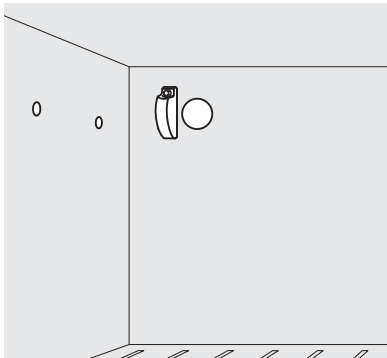

figura 1
4. Use una espátula de plástico para quitar los tapones del interior del compartimiento del congelador. Vea la figura 1.
5. Quite la cubierta del conector del arnés, en donde se va a conectar la máquina de hielo; para ello retire el tornillo de cabeza hexagonal de 1/4". Vea la figura 1.